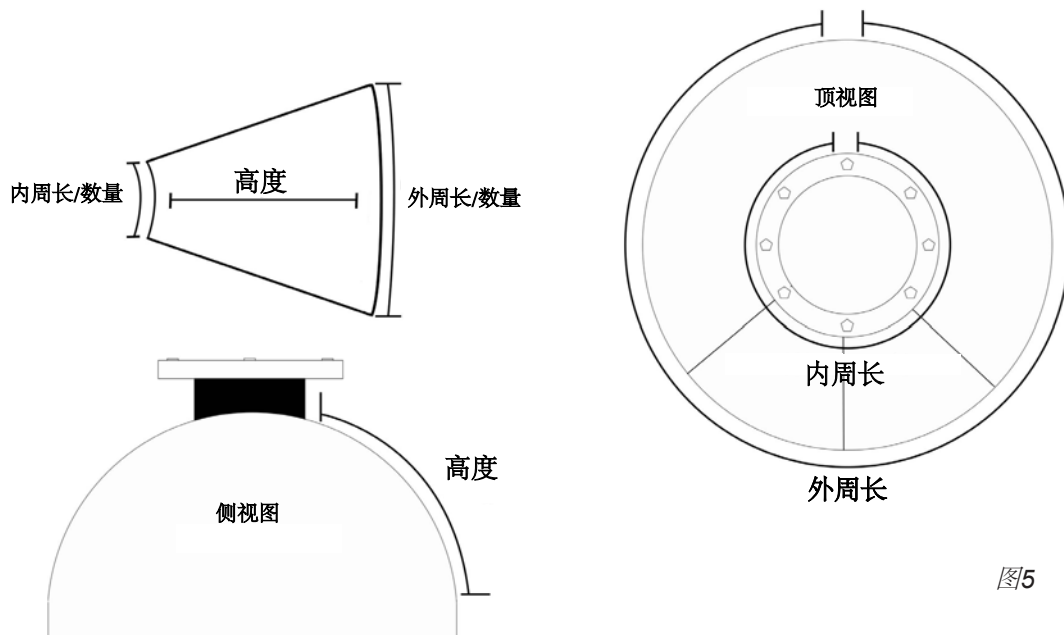

图5
03.1.8 测量封头和柱体切线到封头中心的距离，测得的距离即为CAS纳米微孔保温毡需裁剪成的长度。随后测量封头切线处的外周长。周长除以扇形块数量来确定所要敷设扇形块的底边宽度。(图5)